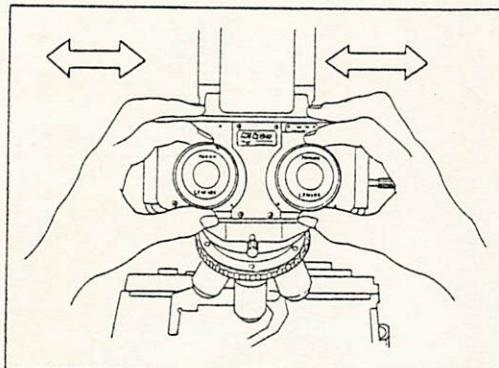

図 15
- 2) 双眼部接眼スリーブの根元にあるローレット環の左右各々を、両手の人差し指及び親指ではさみ、視野をのぞきながら図15のように眼幅を調節し、視野が一つに見える位置に合わせます。